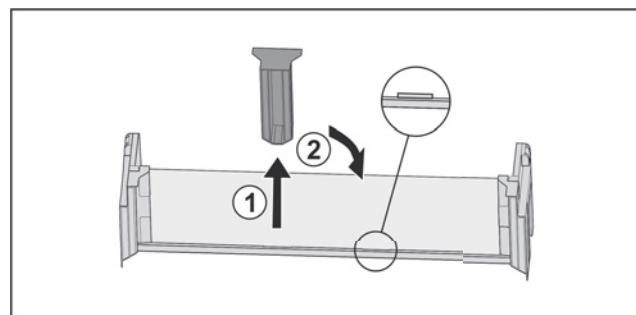

Fig. 54 *
- Снимите среднюю поддерживающую деталь Fig. 54 (1).*
- Вставьте среднюю поддерживающую деталь во вторую позицию Fig. 54 (2).*